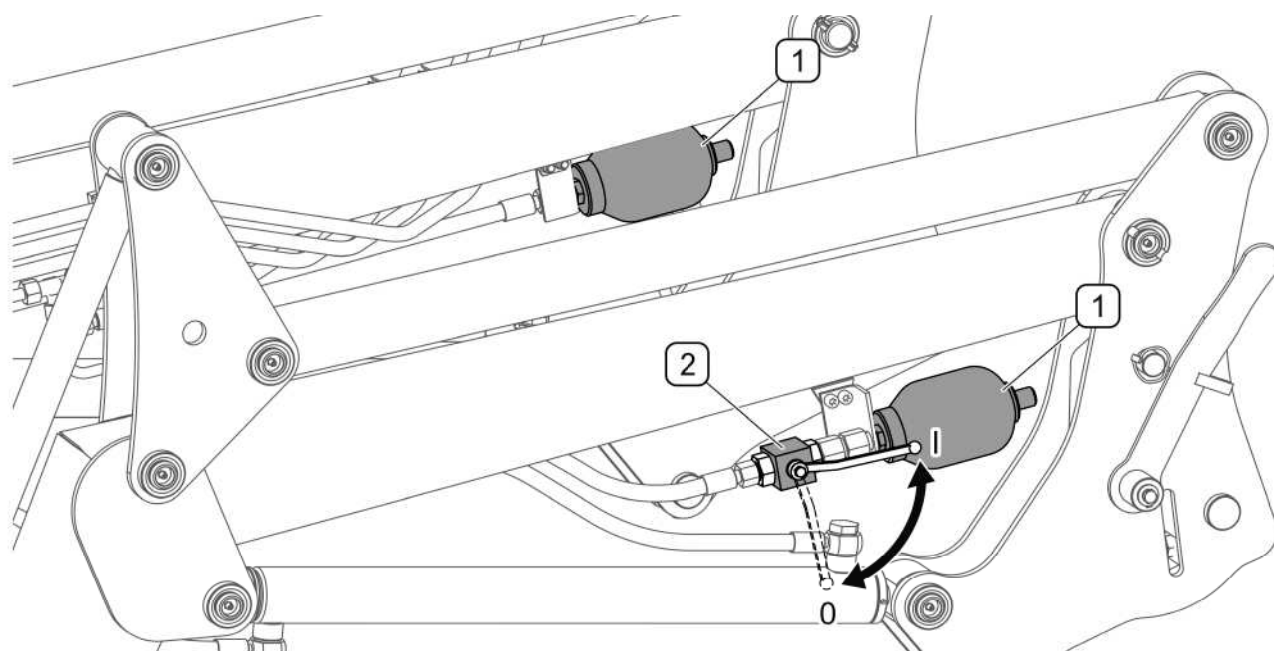

РИСУНОК 4.21 А Включение гидравлического амортизатора
Гидравлический амортизатор можно выключить, устанавливая рычаг клапана (1), (РИСУНОК 4.21 А) вертикально. Рекомендуется выключать амортизатор в ходе работ, которые требуют особой точности установки стрелы (например, при работе с вилами для поддонов).